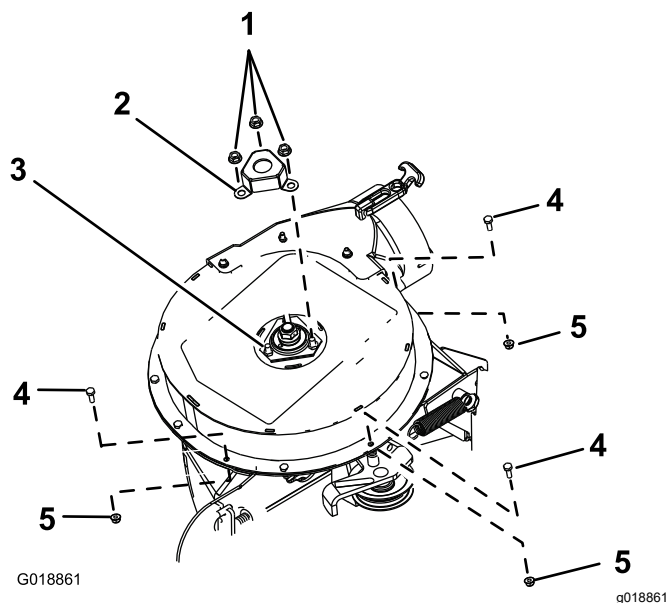

Figura 9
1. Rimuovete i 3 dadi scanalati che fissano la copertura dell'albero al gruppo soffiatore (Figura 9).
2. Rimuovete ed eliminate la copertura dell'albero (Figura 9).
3. Rimuovete i 3 bulloni a testa esagonale (1/4 x 3/4 poll.) e i 3 dadi di bloccaggio (1/4 poll.) dall'alloggiamento del soffiatore come mostrato nella Figura 9.